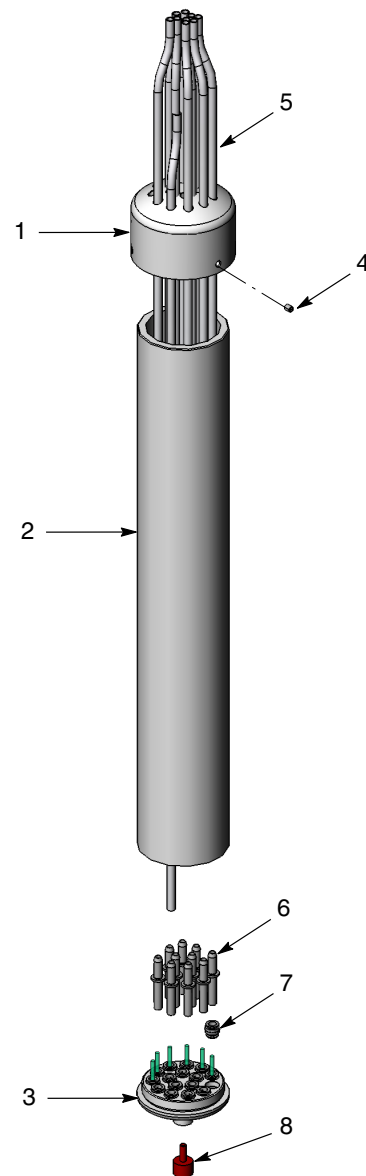

Figura 2 Reparación del conjunto de la lanza y piezas de repuesto
Las piezas se muestran en la figura 2.
1. Ver la figura 2. Desconectar el tubo de polvo (5) de la bomba HDLV Prodigy.
2. Soltar los tres tornillos de ajuste (4) y, a continuación, extraer la tapa (1) del cuerpo (2). Deslizar la tapa varias pulgadas hacia arriba por el tubo de polvo existente.
3. Desatornillar el cuerpo de la cabeza (3). Separar la cabeza del cuerpo para acceder a los adaptadores de tubo (6).
4. Pulsar sobre los racores de tubo (7) y extraer los adaptadores de tubo (6) de los racores.
5. Retirar los adaptadores (6) del tubo (5) y, a continuación, extraer el tubo de la tapa (1) y el cuerpo (2).
Ver la figura 2